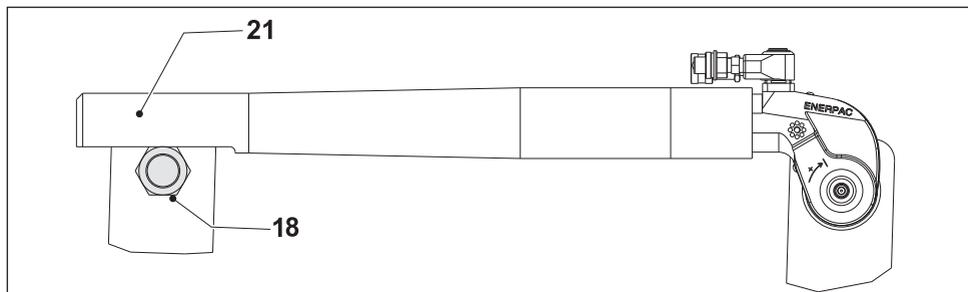

图 12
- 将 SRA 系列短反力臂 (20) 的支脚 (17) 靠在合适的反力点 (18) 上。反力点将抵消操作扳手所产生的力。
4.3.4 使用反力管式加长件 (图 12)
- 将 RTE 系列反力管式加长件 (21) 靠在合适的反力点 (18) 上。反力点将抵消操作扳手所产生的力。